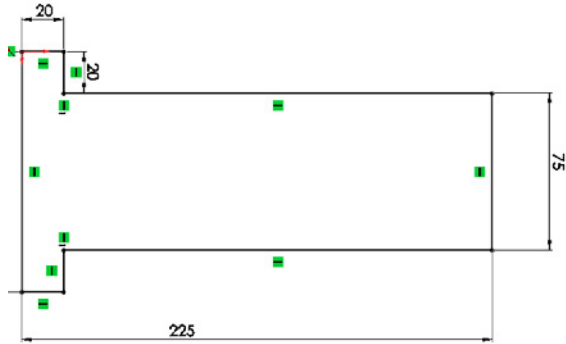

Figura 5.2 – Esboço do Assoalho
- 1.2 Crie um esboço no plano superior e dimensione-o conforme a Figura 5.2.